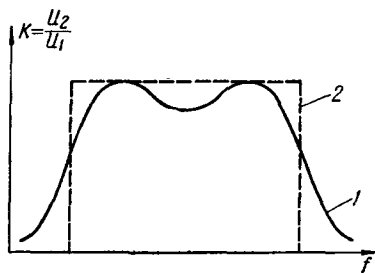

Рис. 7
Усилители промежуточной частоты в качестве нагрузки имеют, как правило, не резонансный одиночный контур, а два или несколько связанных между собой контуров, образующих полосовой фильтр или как его еще называют трансформатор промежуточной частоты. В связи с тем, что нагрузкой служит полосовой фильтр, усилители промежуточной частоты часто называют полосовыми. Такие усилители обладают лучшей, чем резонансные формой кривой и позволяют получить высокую избирательность при малых искажениях. Кривая резонанса полосового усилителя (1) приближается по форме к идеальной прямоугольной (2) (рис. 7).